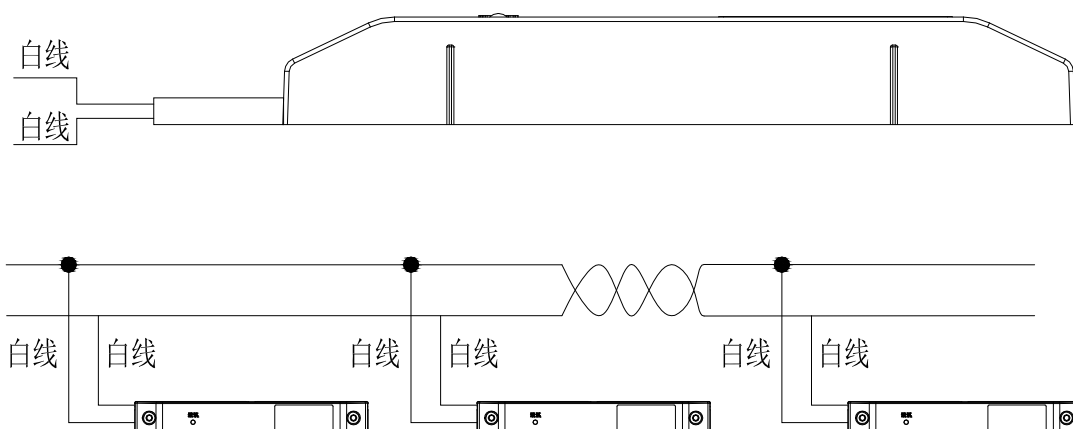

图3 接线示意图
3、接线方式如图3所示，两根白色的线直接接入防火门监控器上的通讯二总线。